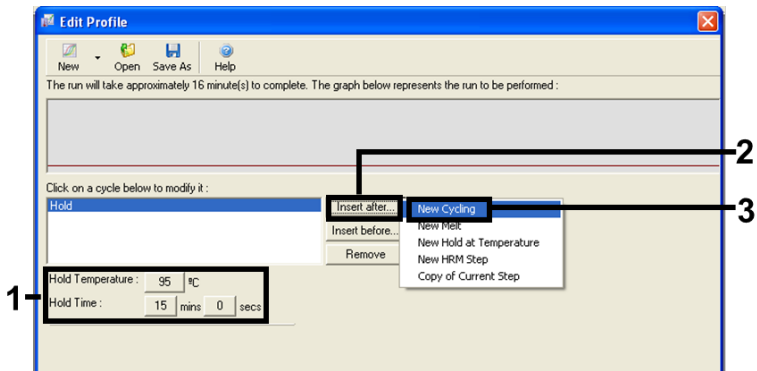

Figura 5. Fase di incubazione iniziale a 95 °C.
7. Impostare il valore nel campo Hold Temperature (Temperatura di sospensione) su 95 °C e Hold Time: (Durata sospensione) su 15 mins 0 secs (15 minuti e 0 secondi). Fare clic su Insert after (Inserisci dopo), quindi selezionare New Cycling (Nuovo ciclaggio) (Figura 5).